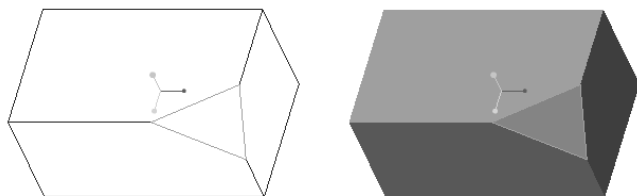

图 6-131 创建拐角倒角
7) 在“拐角倒角”选项卡中单击  (完成) 按钮, 完成效果如图 6-131 所示。